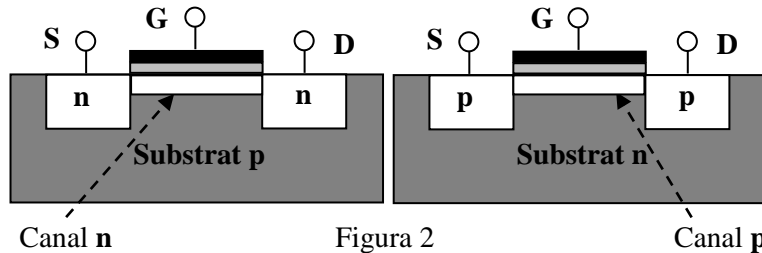

Figura 2
sota la porta (G) es crea un **camp elèctric** prou intens perquè alguns portadors minoritaris del substrat, i d'altres provinents de les illes, s'acumulin en aquesta regió i es creï una **zona d'inversió** o canal (tipus **n** o **p**, veure figura 2), on apareixerà un corrent elèctric. A diferència dels BJT (Bipolar Junction Transistor), els MOSFET són transistors **unipolars**, ja que el corrent és degut a un sol tipus de portador: electrons pel cas dels NMOS i forats pels PMOS.